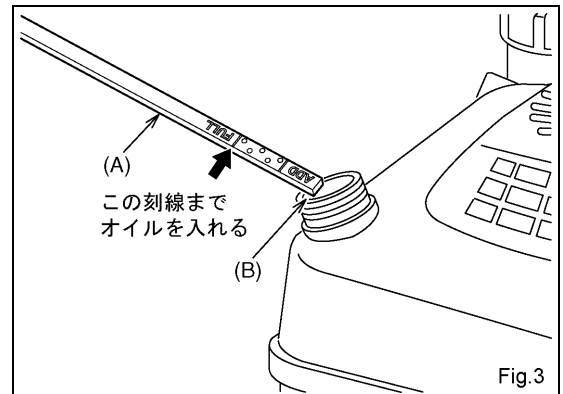

Fig.3
- (1) オイルキャップ（給油プラグ）の回りをきれいに清掃して下さい。
- (2) オイルキャップをゆるめて給油口（B）から取り外し、オイルゲージ部分（A）をきれいな布で拭いて下さい。（Fig.3）
- (3) オイルキャップを給油口に差し込み、すぐ引抜いてオイルゲージに付着したエンジンオイルを見てエンジンオイル容量を点検します。
- (4) オイルゲージの FULL の刻線よりオイルレベルが下の方にある場合はオイルを補給します。オイル補給量はオイルゲージの“FULL”の刻線の位置にオイルが来るようにして下さい。（Fig.3）
- (5) もし“FULL”より多く給油してしまった場合はオールドレンより抜いて下さい。